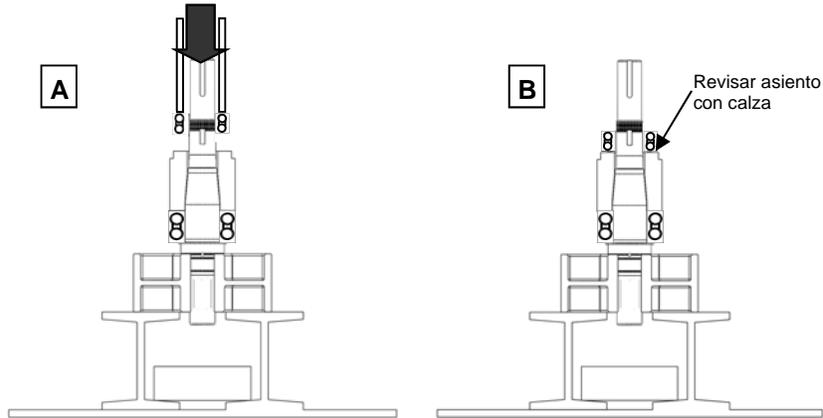

Figura 50: Presionar cojinete trasero sobre eje
2) Aplique una ligera capa de lubricante en el eje. Abra el nuevo cojinete trasero y colóquelo sobre el eje por encima del espaciador del cojinete (Figura 50, A). Con una manga que se apoye en la pista interior del cojinete y sobre el eje, presione el cojinete hasta que se asiente contra el espaciador del cojinete. Para la serie AL40 es importante mantener todos los ensamblajes juntos, ya que vienen empacados. Asegúrese de que el cojinete se apoye en el espaciador del cojinete usando una calza (Figura 50, B).